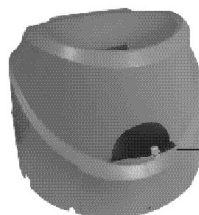

Abb. 5
- Wenn Fremdkörper in das Gerät gelangen, drücken Sie **(STOP/START)**, um das Gerät anzuhalten, öffnen die rückseitige Abdeckung und entfernen den Fremdkörper manuell. (siehe Abb. 5)